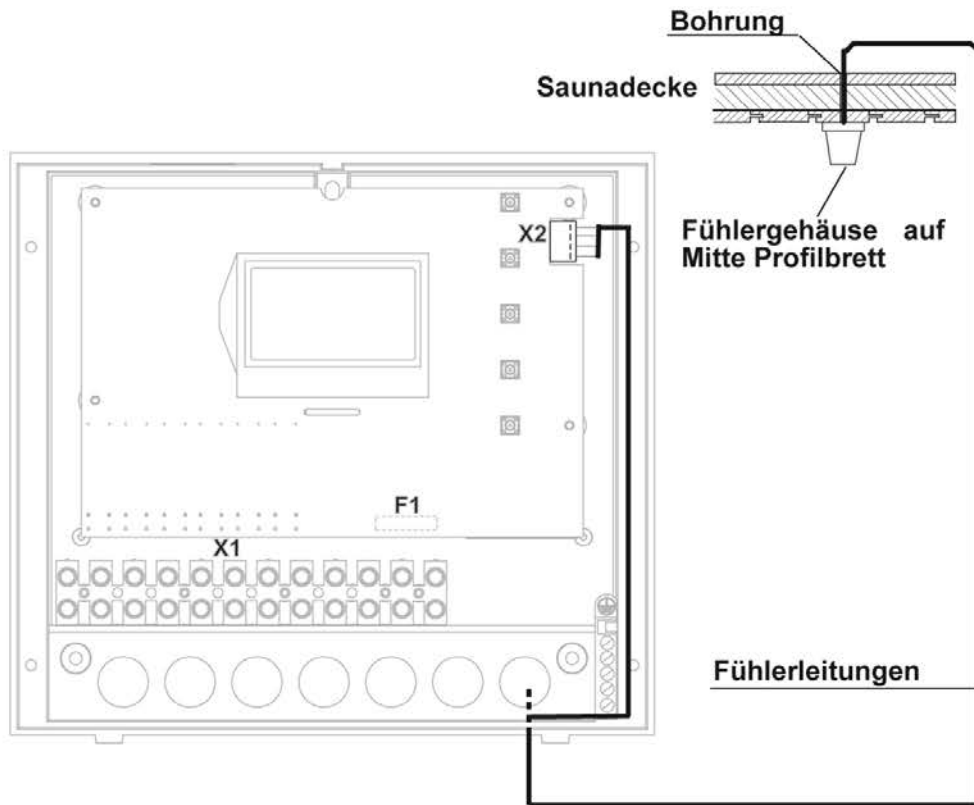
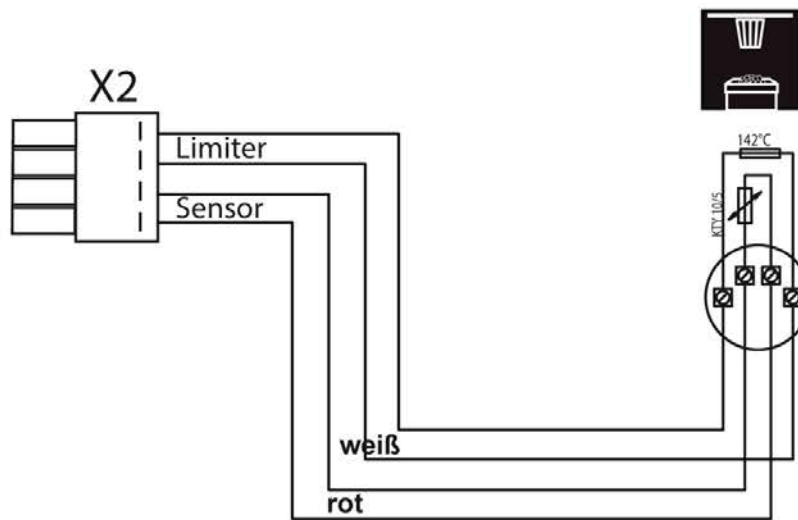

Abb. 11
Abb. 12
- Führen Sie die Fühlerleitungen zum Steuergerät und führen sie durch die rechte Kabeleinführung in das Gerät. Verlegen Sie die Fühlerleitungen innerhalb des Steuergerätes wie in Abb. 11 gezeigt. Schließen sie die Fühlerleitungen gemäß Abb. 12 an. Hierzu wird der Stecker X2 von der Platine abgezogen und nach dem Anschließen wieder eingesteckt.